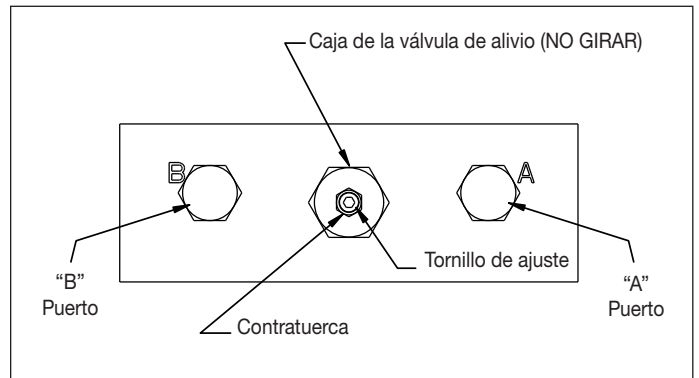

Figura 14, Válvula de alivio - VM43M-FR
1. Monte un manómetro de 0-15,000 psi [0-1000 bar] en el puerto "A" (véase Figura 14).